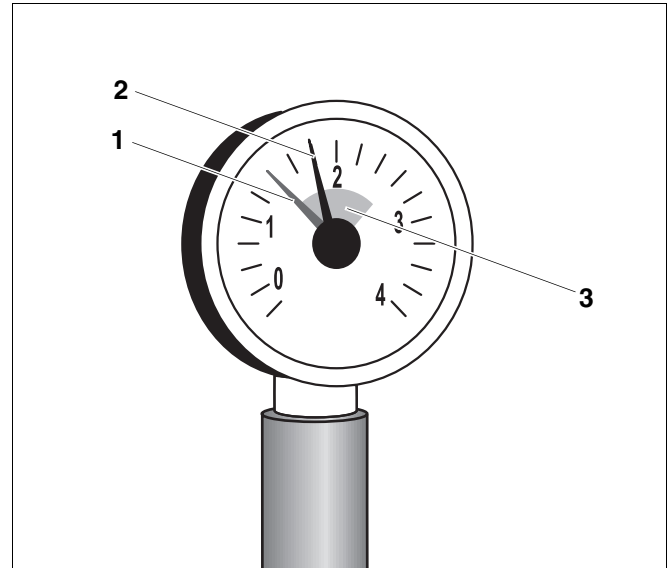

Abb. 29 Manometer für geschlossene Heizungsanlagen
- Roter Zeiger (Abb. 29, **Pos. 1**) des Manometers der Heizungsanlage auf den erforderlichen Mindestdruck von 1 bar einstellen.